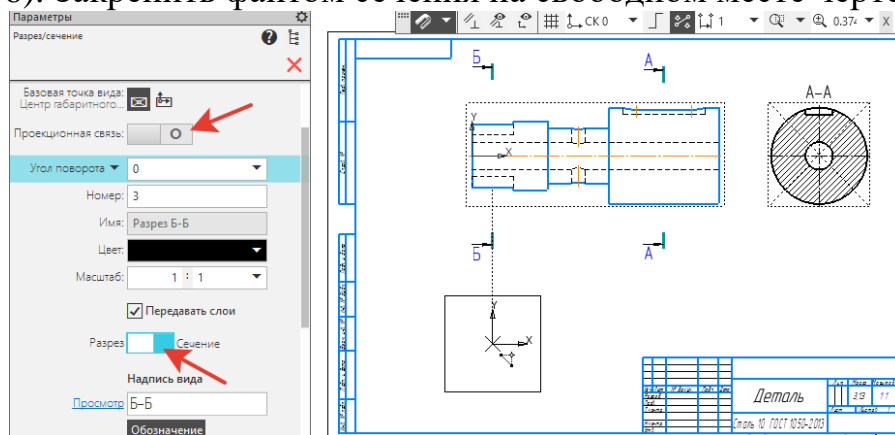

Рисунок 106.
20. Выполняем сечение Б-Б. В **Параметрах – Проекционная связь** – передвинуть бегунок вправо; **Разрез/Сечение** - передвинуть бегунок вправо (рисунок 106). Закрепить фантом сечения на свободном месте чертежа.